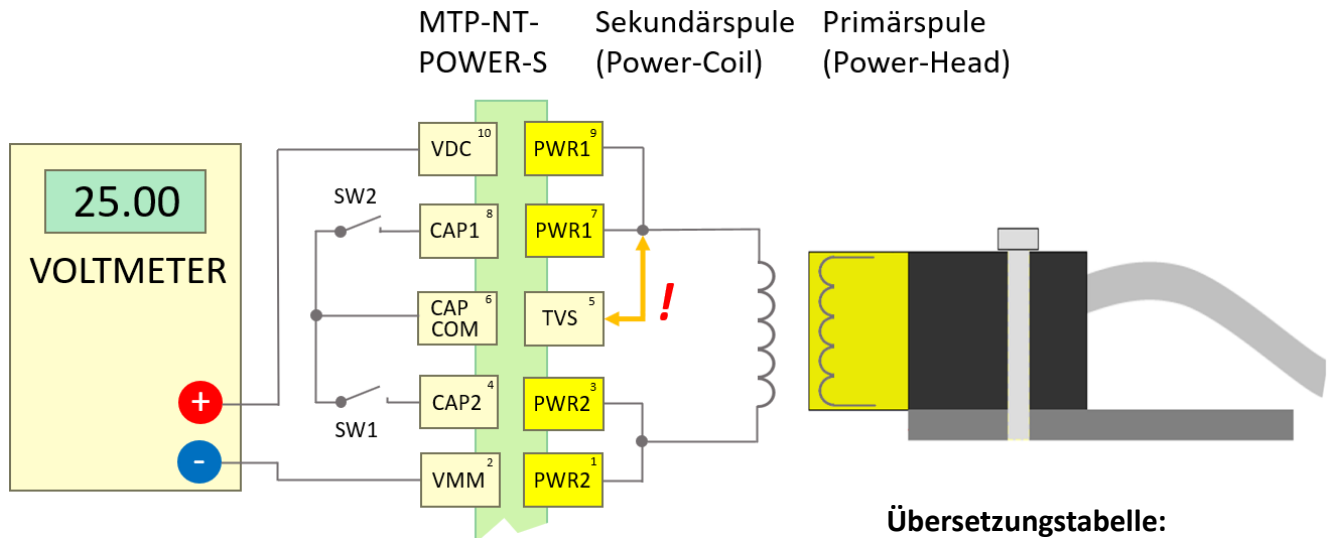

Abb.1 Auszug Pinbelegung des MTP-NT-POWER-S Moduls, siehe Übersicht der verfügbaren Modulvarianten
Wichtig: Bitte überprüfen Sie, ob der interne Überspannungsschutz durch eine Verbindung der Anschlüsse TVS – PWR1 hergestellt ist, siehe Abb. 1.
- a. Während die Primärspule (Power Head) langsam in den **Arbeitsbereich der Sekundärspule** (Power-Coil) in Richtung vorgesehenen Montageplatz bewegt wird, ist die Spannung an den Pins *VDC* und *VMM* des MTP-NT-POWER-S Moduls zu beobachten, siehe Abb. 1. Die gemessene Spannung sollte erst am vorgesehenen Montageplatz der Primärspule (Power-Head) 25 V betragen. Ist diese Spannung bereits bei größerem Abstand erreicht, sollte die Windungszahl verringert werden. Es ist auch **möglich** die Primärspule (Power-Head) an der aktuellen Position zu montieren, wenn es die äußeren Umstände zulassen. Es kann vorkommen das auch bei richtig dimensionierter Sekundärspule (Power-Coil) die optimalen 25 V Abgleichspannung nicht erreicht werden, selbst wenn der Abstand so gering wie möglich gewählt wird. Hier ist zu überprüfen, ob der sekundäre Schwingkreis tatsächlich in Resonanz geht. Hierbei wird die Abgleichkapazität versuchsweise geändert.